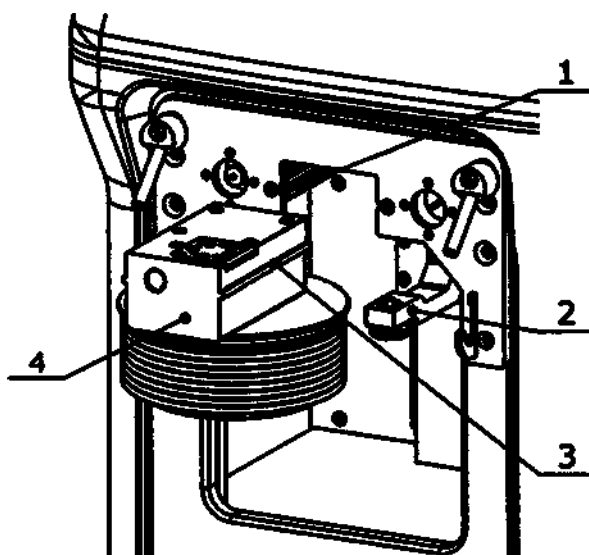

Рис. 57 - Извлечение блока меха из аппарата.
Блок меха устанавливается в корпус аппарата по направляющим и фиксируется дыхательной плитой после запираания замков. Кроме того, центр блока меха фиксируется на кронштейне привода (9) при помощи винта (12). Для того чтобы снять блок меха нужно, прежде всего, выкрутить винт крепления блока меха (Это удобнее делать, когда кронштейн привода меха находится в верхнем положении). После этого, блок легко вынимается из аппарата по направляющим. При этом, рекомендуется придерживать блок меха, чтобы он не цеплялся за кронштейн привода. (См. рис. 57) Перед снятием блока меха, кронштейн рекомендуется опустить в его нижнее положение. После извлечения блока меха, отсоедините мех – 8, согласно рисунку 56, от адаптера блока меха – 4. В таком виде, блок меха готов к стерилизации.